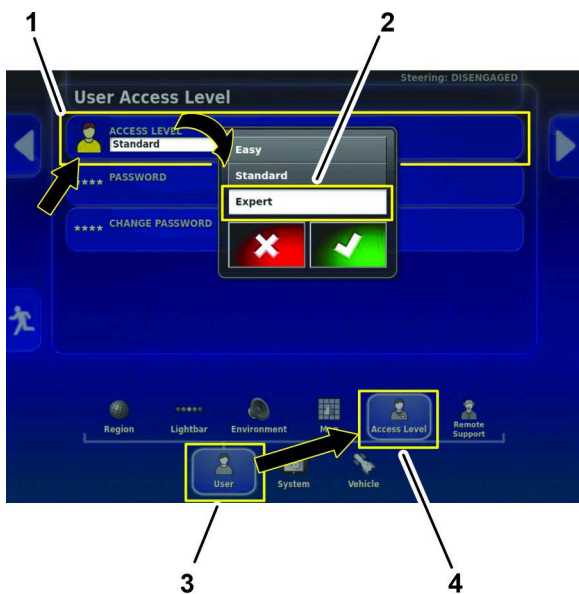

Figura 160
1. En la pantalla de configuración, pulse el icono USER (Usuario) y el icono ACCESS LEVEL (Nivel de acceso) (Figura 160).
2. En la pantalla de acceso de usuarios, icono ACCESS LEVEL (nivel de acceso) (Figura 160).
3. En el cuadro de diálogo, pulse el icono EXPERT (Experto) y pulse el icono de confirmación (Figura 160).